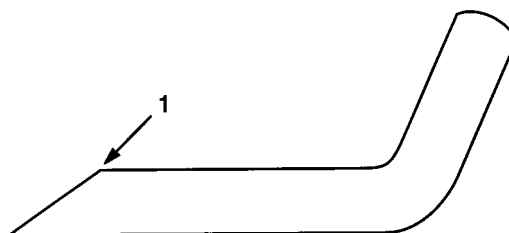

Fig. 15
3. Undersøg alle knivenes skær. Hvis skærene er sløve eller har hak, skal de slibes. Kun den øverste del af skæret skal slibes og den oprindelige vinkel skal opretholdes for at sikre, at kniven bliver skarp (fig. 15). Kniven vil blive ved med at blive afbalanceret, hvis der fjernes lige meget metal fra begge skær.